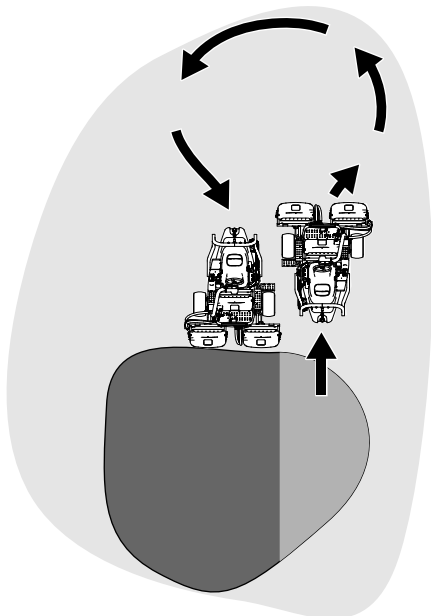

Figura 26
6. Para reduzir o tempo de funcionamento e facilitar o alinhamento para o próximo passo, oriente a máquina momentaneamente para a direção contrária, virando depois a máquina na direção da zona por cortar. Este movimento é uma volta em forma de gota (Figura 26) que alinha rapidamente a máquina para a próxima passagem.